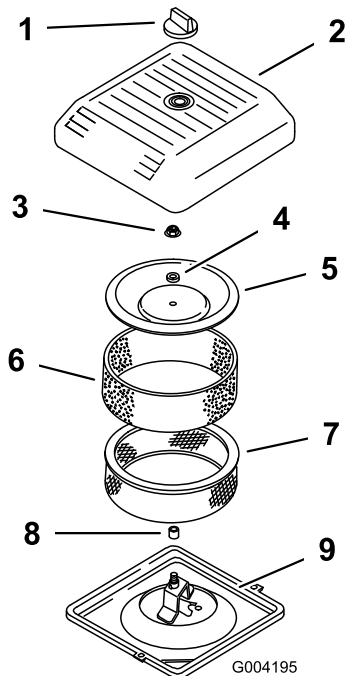

Figura 17
2. Desenrosque el pomo y retire la cubierta del limpiador de aire (Figura 17).
3. Deslice cuidadosamente el prefiltro de gomaespuma para separarlo del elemento de papel (Figura 17).
4. Desenrosque la tuerca de la tapa y retire la tapa, el espaciador y el filtro de papel (Figura 17).
2. Coloque el conjunto del limpiador de aire sobre su base (Figura 17).
3. Instale la tapa y el espaciador y fíjelos con la tuerca de la tapa (Figura 17). Apriete la tuerca a 11 Nm.
4. Instale la cubierta del limpiador de aire y fíjela con el pomo (Figura 17).